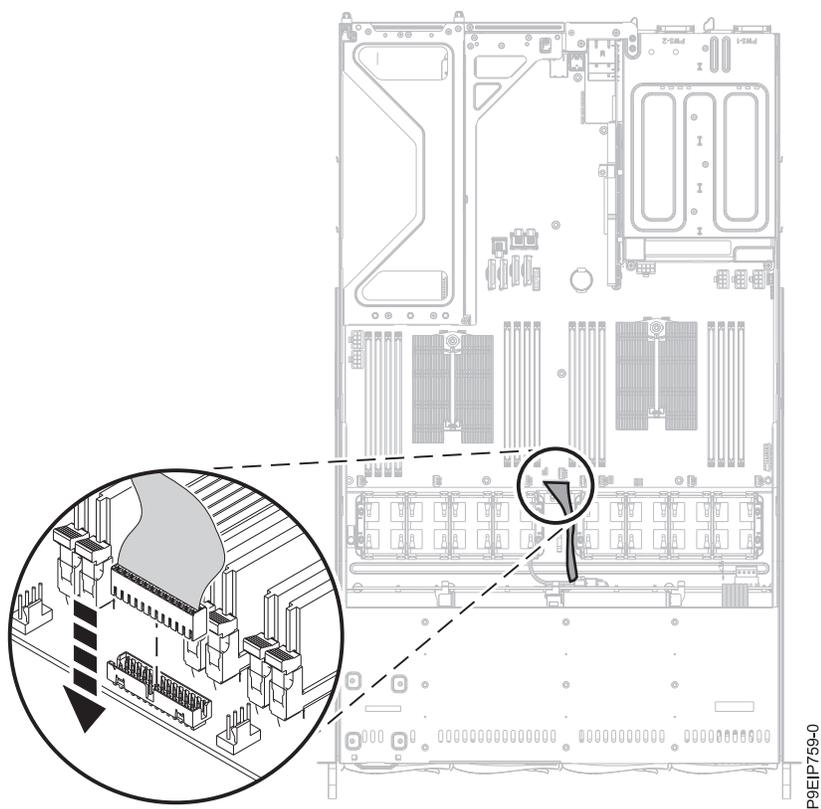

Figura 50. Sustitución del cable del panel de operador
19. Vuelva a colocar el cable del panel de operador en la placa posterior del sistema, como se muestra en la Figura 50 en la página 52. Con la parte frontal del sistema delante suyo, la banda roja del cable tiene que quedar a la izquierda del conector.